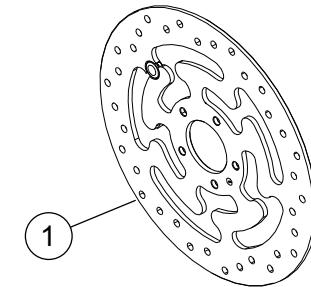

Figura 1. Disc Brake ta' quddiem
- Viti tal-Brake Disc Ara Figura 1 u Tabella 1 .